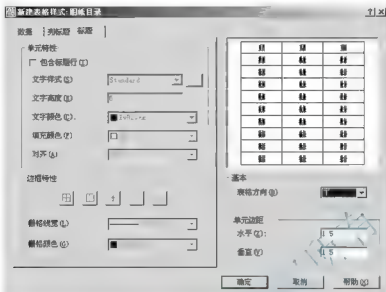

图 3.120 【标题】选项卡
(3) 按照图 3.120 所示设定该对话框中的【标题】选项卡, 一般情况下标题书写在表格之外, 这里不要标题, 则不勾选左上角的【包含标题行】复选框, 所以【标题】选项卡中的【单元特性】及【边框特性】选项组没有亮显, 不能修改。